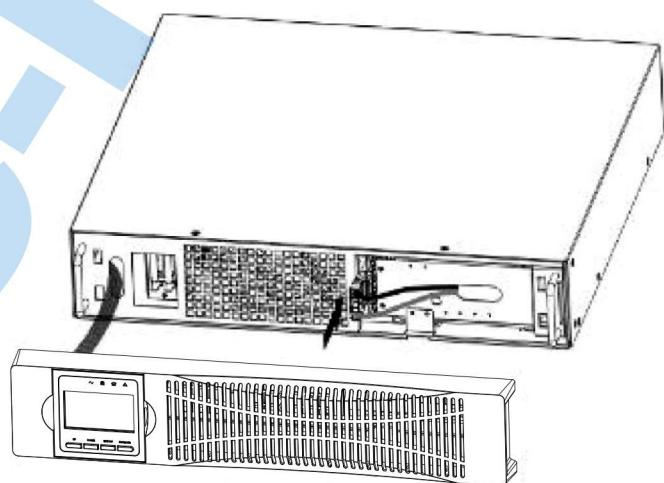

Рис. 3-10. Подключение внутренних батарей.
- Подсоедините внутренний разъём аккумулятора (рис. 3-10). Красный провод к красному, чёрный к чёрному. Нажмите на коннектор до характерного щелчка.